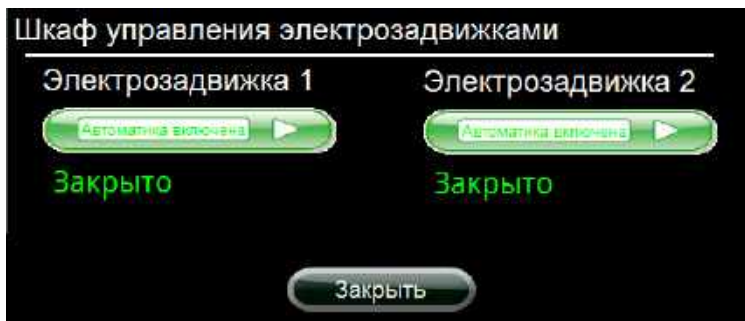

Рисунок 8 – Окно «ШУЗ»
8.10 При нажатии кнопки «ШУЗ» откроется всплывающее окно с отображаемой информацией о состоянии электроздвижек (рис. **Рисунок 8**).